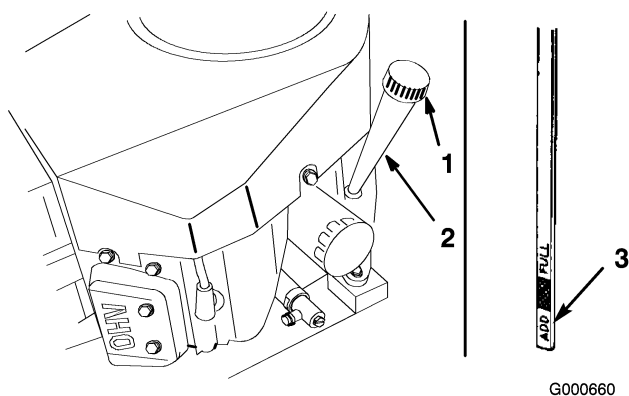

Bild 31
2. Reinigen Sie den Bereich um den Ölpeilstab (Bild 31), damit kein Schmutz in den Einfüllstutzen gelangen und den Motor beschädigen kann.
3. Schrauben Sie den Ölpeilstab los und wischen Sie das Metallende ab (Bild 31).
4. Schieben Sie den Ölpeilstab vollständig in das Einfüllstutzen (nicht in den Einfüllstutzen einschrauben) (Bild 31). Ziehen Sie den Peilstab wieder heraus und prüfen Sie das Metallende. Gießen Sie, wenn der Ölstand zu niedrig ist, nur so viel Öl langsam in den Einfüllstutzen, dass der Ölstand die Voll-Marke am Peilstab erreicht.
6. Reinigen Sie den Bereich um den Peilstab und drehen den Verschlussdeckel ab (Bild 31).
7. Gießen Sie ca. 80 % der angegebenen Ölmenge langsam in den Einfüllstutzen (Bild 31). Siehe „Warten des Motoröls“ unter Warten des Motors, Seite 34.